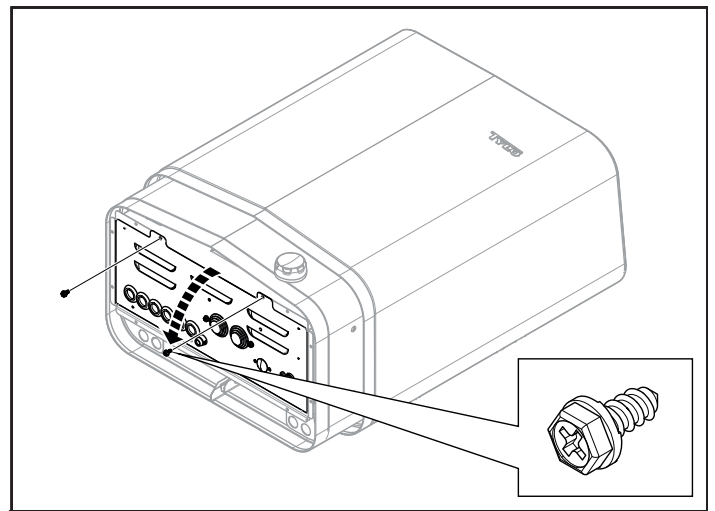

Fig. 7 : Ouverture/fermeture du volet
2. Desserrer les vis et ouvrir le volet (voir la figure 7).
7. Fermer le volet et serrer les vis (voir la figure 7, page 21).